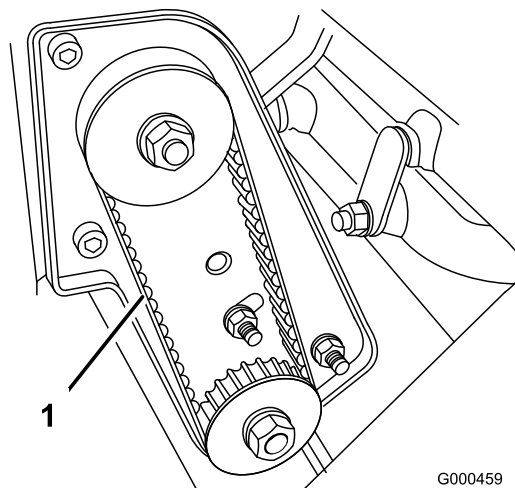

図 35
2. プーリ間の中央（図 35）でベルトを指で押して点検する。押す力は1.5～ 2.5 kg程度。4.8～7.9 mm 程度のたわみが出るのが適正である。たわみの量が適正でない場合は以下の手順へ進む。